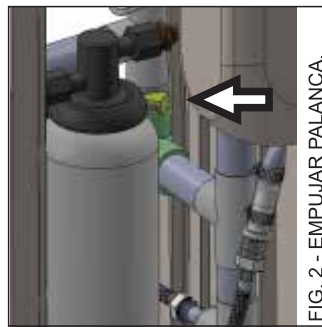
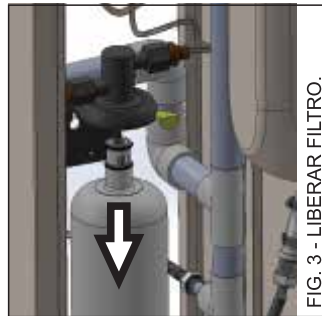

FIG. 2 - EMPUJAR PALANCA.
FIG. 3 - LIBERAR FILTRO.
2.- Presione hacia atrás la palanca amarilla que está sobre el filtro (fig. 2); mientras lo toma con la mano izquierda y lo gira en sentido inverso a las manecillas del reloj; jalando hacia abajo para liberarlo (fig. 3).